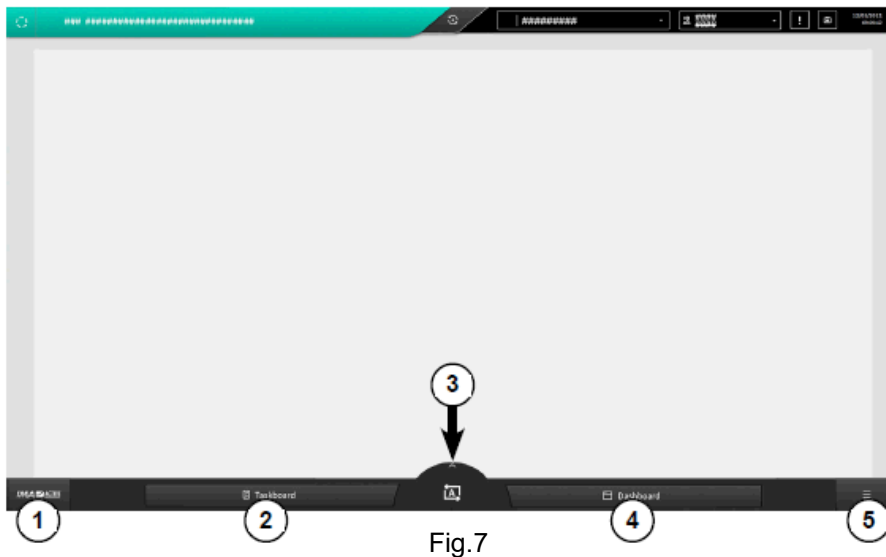

Fig.6
Si apre quindi il seguente POP-UP (fig.6), inserire Nome utente (IT-XXXXX) (1), Password (2) e premere conferma (4).